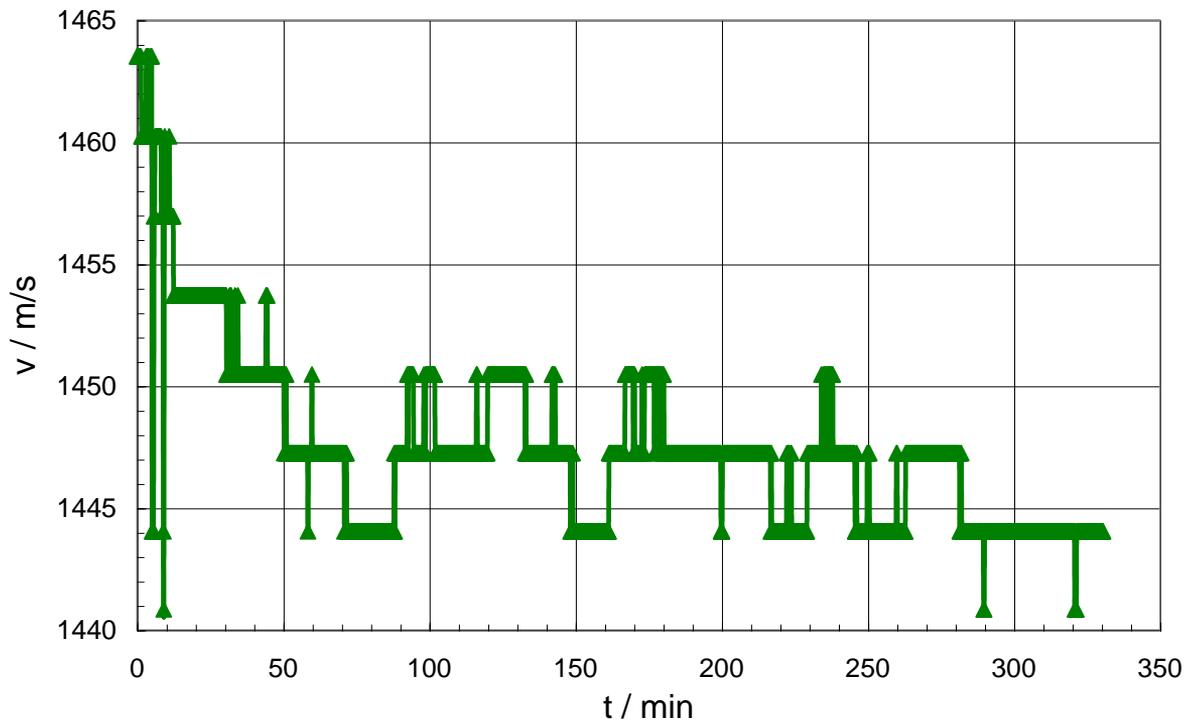

Abb. 4: Zeitlicher Verlauf der Schallgeschwindigkeit von Eigelb ($T = 66\text{ °C}$).
- (1) die Schallgeschwindigkeit (Abb. 4),
Aus den Abb. 4 und 5 kann auf den Übergang eines Sols (Flüssigkeit) zu einem Gel (Feststoff) geschlossen werden. Dies spielt in der Lebensmitteltechnologie, aber auch bei Duropasten und Elastomeren eine große Rolle. Die Schüler können beispielsweise die Entwicklung